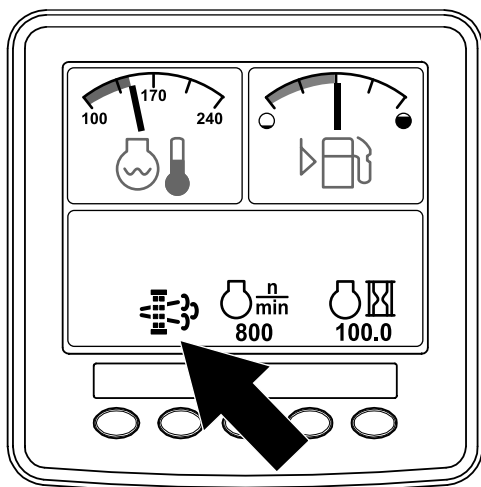

Рисунок 45
- Когда компьютер двигателя запрашивает стационарную или восстановительную регенерацию, на дисплее инфо-центра появляется значок запроса на регенерацию (Рисунок 45).